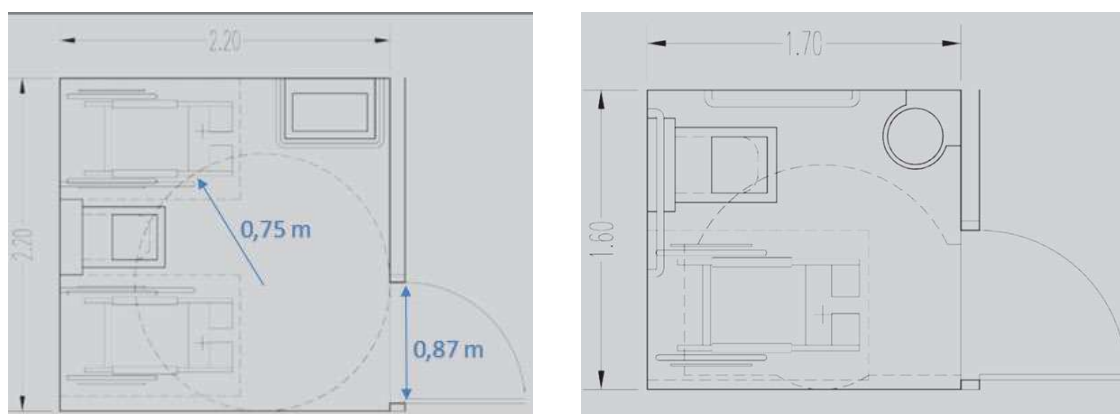

Figura 2 – Exemplo de configuração das Instalações Sanitárias
- c) Existência de instalações sanitárias acessíveis, conforme exemplo ilustrado na figura 2, devendo estar instalado equipamento de alarme, e demais requisitos aplicáveis, de acordo com o previsto nas normas técnicas desse diploma.